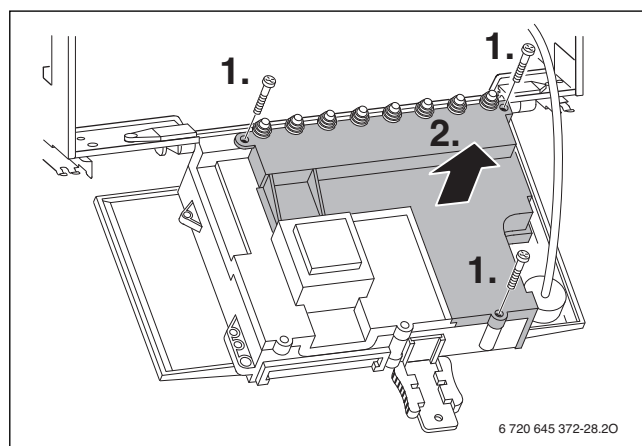

Fig. 62
I fusibili di ricambio si trovano sul retro della copertura del quadro comandi (→ fig. 62).
- ▶ Svitare le viti di fissaggio ed estrarre la copertura posteriore (→ fig. 62).